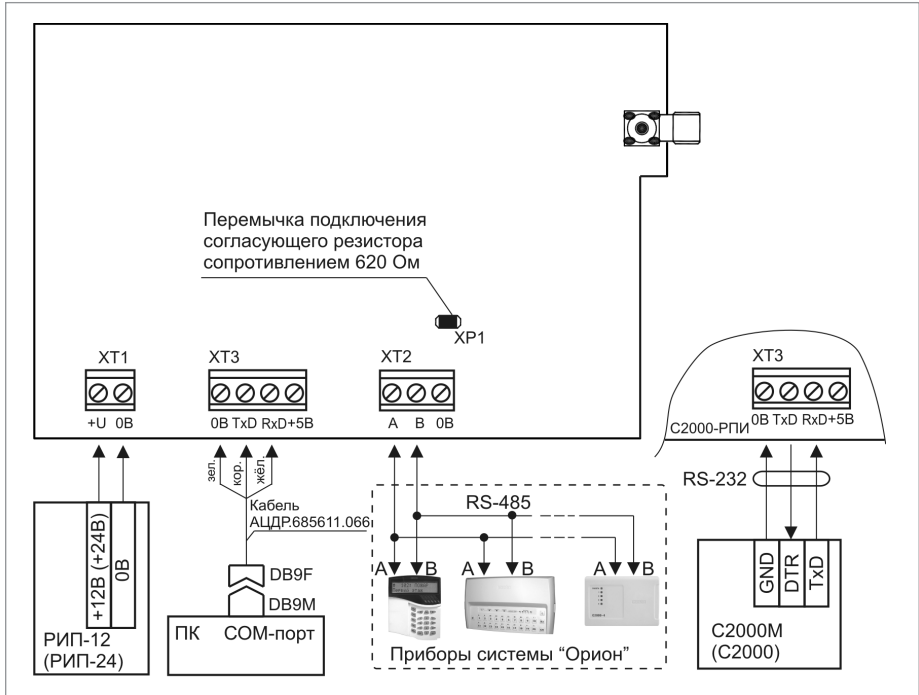

Рисунок 2. Схема подключения «С2000-РПИ»
- 1.3. Подключите РПИ в соответствии с проектной документацией и схемой на рис. 2. Обращаем Ваше внимание на то, что перед монтажом используемые РПИ должны быть объединены в сеть.